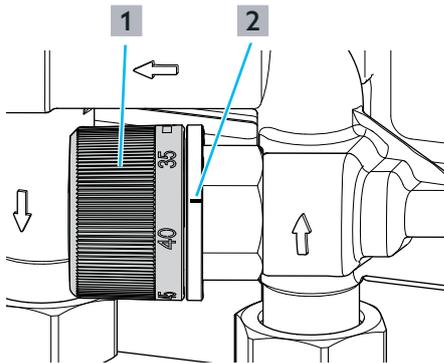

Fig. 17: Réglage du set de bypass thermostatisé à consigne de température réglable
► Régler la température sur la valeur souhaitée à l'aide de la poignée manuelle ((1) sur la Fig. 17 en page 24) du set de bypass thermostatisé à consigne de température réglable.